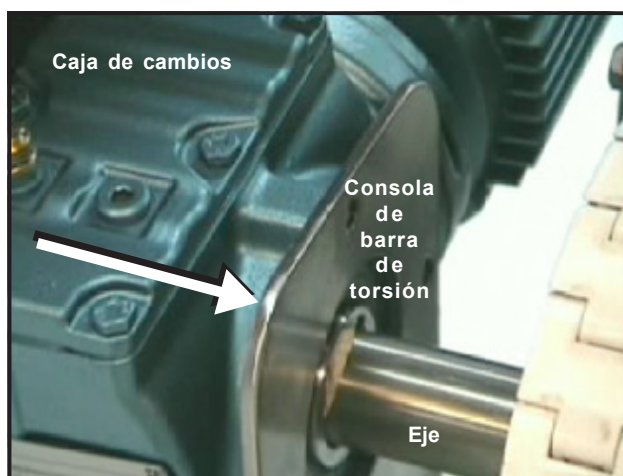

Figura 37: Coloque la caja de cambios sobre el eje motor
- Deslice suavemente la caja de cambios sobre el eje motor, y proceda a alinear los asientos de las chavetas. La caja de cambios debería deslizarse hacia la consola de barra de torsión (*Figura 37*).